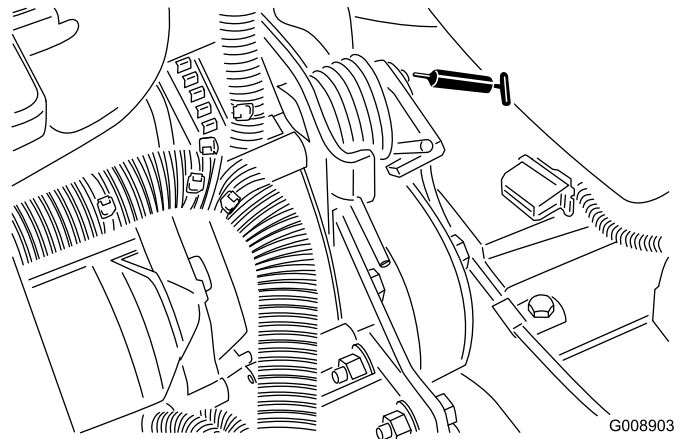

Figure 69
- Pivot de tension de courroie (Figure 69)